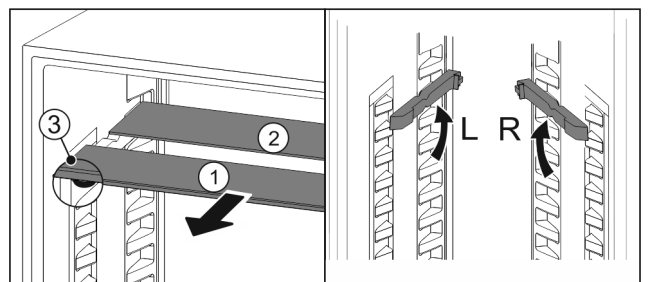

Fig. 85
- Glasplaten afzonderlijk vanaf de voorkant eruit trekken Fig. 85 (1).
- ▷ Glasplaat Fig. 85 (1) met sierlijst ligt voor.
- ▷ Stops Fig. 85 (3) zijn naar onder gericht.